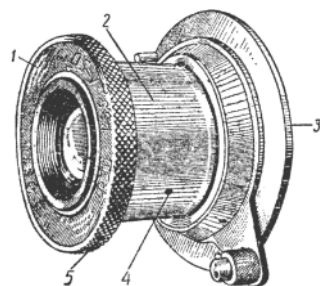
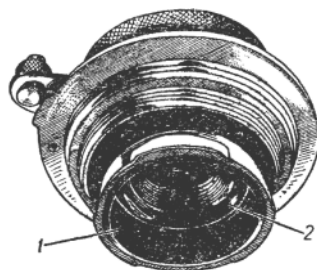
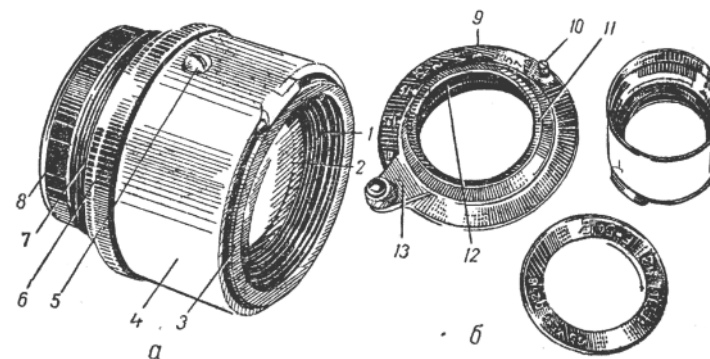

Рис. 147. Объектив «Индустар-10».
Рис. 148. Оправа объектива.
Рис. 150. Объектив «Индустар-10» в разобранном виде: а — блок объектива; б — наружная оправка.
На фотоаппарате ФЭД установлен объектив «Индустар-10» (рис. 147, 148), который представляет собой четырехлинзовый полусклеенный анастигмат. До 1952 г.
Оправа состоит из наружного кольца 1, тубуса 2, червяка (ходовой резьбы) 3. В разобранном виде объектив изображен на рис. 150, а, б.
Блок объектива состоит из передней линзы 2 (рис. 150, а), которая установлена в гнезде оправы второй линзы и укреплена ободком 1\ оправы 3 с укрепленной неподвижно (завальцованной) второй линзой; поводка диафрагмы 4, связанного двумя винтами 5 с коронкой диафрагмы, помещенной внутри блока между второй и третьей линзами; основания блока 5; оправы 5с установленными неподвижно (завальцованными) склеенными третьей и четвертой линзами.
Разборка объектива. Прежде чем приступить к разборке и ремонту объектива, рекомендуется прочесть главу «Фотографический объектив». Разбирают объектив «Индустар-10» в следующем порядке: вынимают кольцо 1 (рис. 148); отвинчивают крепежную гайку 2\ вывинчивают винт 4 (рис. 147);
Блок объектива разбирают так (рис. 150, а). Ключом отвинчивают ободок передней линзы 1 (если при этом отвинтится оправка с линзами, ее вывинчивают, а затем от-
Если разбирают червяк оправы, нужно вывинтить винт 10 (рис. 150,б). Для правильной сборки червяка (чтобы попасть в нужный заход резьбы) следует верхнюю часть червячной оправы 11 установить так, чтобы рукоятка 13 находилась под углом 90° по отношению к замочному выступу нижней части червяка 9 и начать ее закручивать.
Юстировка объектива производится в тех исключительных случаях, когда нужно изменить рабочее расстояние объектива. Для этого на блоке объектива «Индустар-10» установлены котировочные кольца 7 (рис. 150,а). В объективах первых выпусков рабочее расстояние было не стандартным (в пределах 28,3—28,5 мм) и юстировочные кольца в основном не устанавливались.
Сетка появляется в результате конденсации влаги при длительном нагревании объектива в увеличителе или резком изменении окружающей температуры, например, после съемки на холоде. Чтобы ее устранить, нужно вынуть светозащитное кольцо / (рис. 148) и отвинтить оправу 8 с линзами (рис. 150,а). Сетку удаляют, как при обычной чистке объектива (см. стр. 35), после чего оправу 8 закручивают на место.
5. Тубус объектива слишком свободно передвигается в оправе. Внутри оправы 11 (рис. 150,б) находится сальник 12 (прокладка из кожи). Для устранения неисправности нужно разобрать объектив и под сальник приклеить тонкую бумажную полоску. Тубус при установке нужно немного вращать.
отвинчивать наружное кольцо (рис. 147), для этого достаточно отвинтить крепежную гайку 2 (рис. 148) и винт 4 (рис. 147).